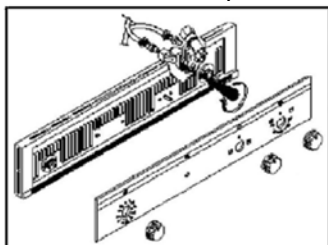

РИС. 4
- Если передняя панель стеклянная, ее необходимо снять, выкрутив два крепежных винта (Рис. 4).